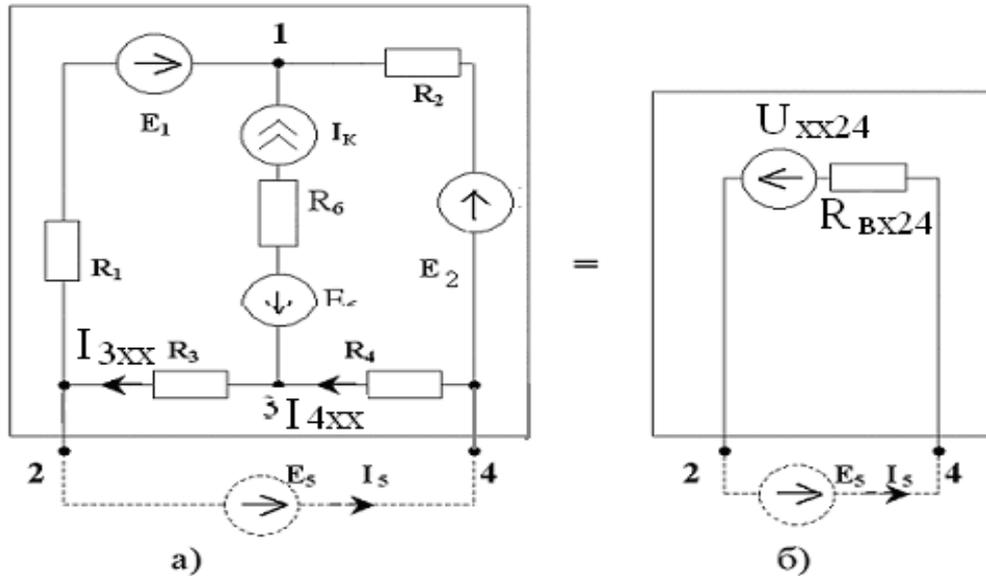

Рис. 3
6. Найдем ток I_5 методом эквивалентного генератора. Рассмотрим 5^{y10} ветвь как нагрузку активного 2^x -полюсника (рис. 3а)
Входное сопротивление активного 2^x -полюсника рис. 3а находим по схеме рис 3 в):
Рис. 3 в